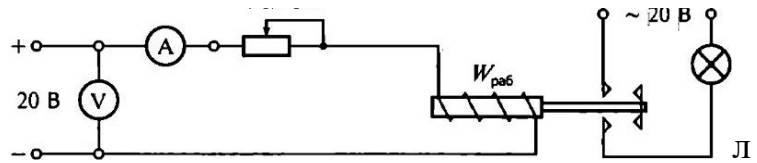

Рис. 11.2. Схема ЭЦ для испытаний электромагнитного устройства на постоянном токе
3.3. Собрать ЭЦ в соответствии с рис. 11.2. Ручку «Рег. I_W» установить в крайнее положение по часовой стрелке (соответствует минимальному значению тока). После проверки схемы преподавателем включить питание стенда, при этом должны загореться соответствующие сигнальные лампы, показанные на рис. П. 3 приложения.